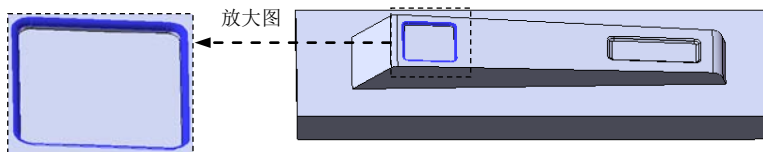

图 12.2.25 圆角 6
(4) 定义圆角的半径。在 **圆角项目(I)** 区域的  文本框中输入圆角半径值 1.5, 选取 ☒ **切线延伸(G)** 复选框。
(5) 单击  按钮, 完成圆角 5 的创建。
Step14. 创建图 12.2.25 所示的圆角 6。
(1) 选择命令。选择下拉菜单 **插入(I)** → **特征(F)** →  **圆角(U)...** 命令 (或单击  按钮), 系统弹出“圆角”对话框。